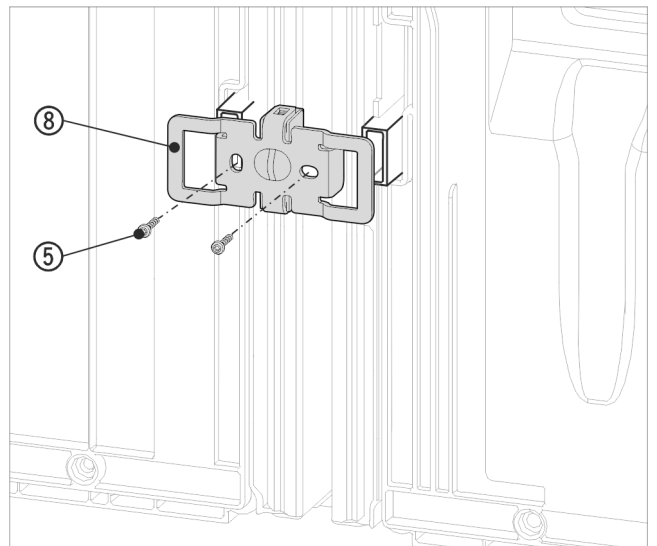

Fig. 19 Illustrationen är ett exempel
- Tryck fast vinkeln Fig. 19 (8) med uttagen över intaget för väggdistansen.
- Dra åt med två skruvar Fig. 19 (5).